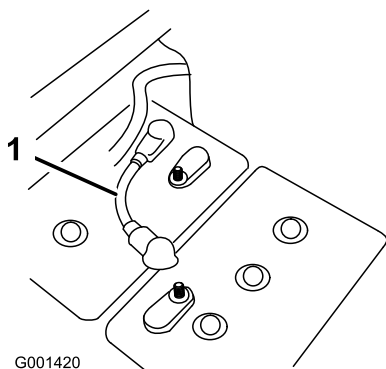

Figura 2
4. Retire uno de los cables cortos de interconexión entre dos baterías cualesquiera para desconectar la corriente del sistema (Figura 2).